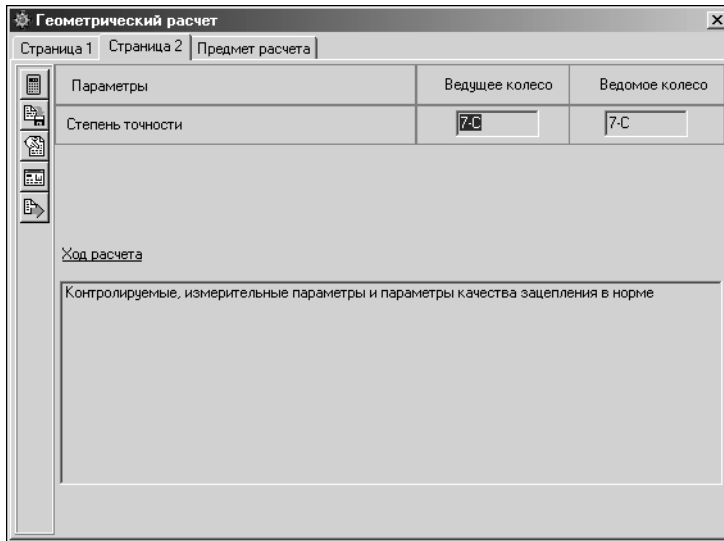

Рис. 12.5.
2. Введите данные на вкладке **Страница 2** (рис. 12.5).
3. Нажмите кнопку **Расчет** на панели инструментов окна **Геометрический расчет** (рис. 12.5).